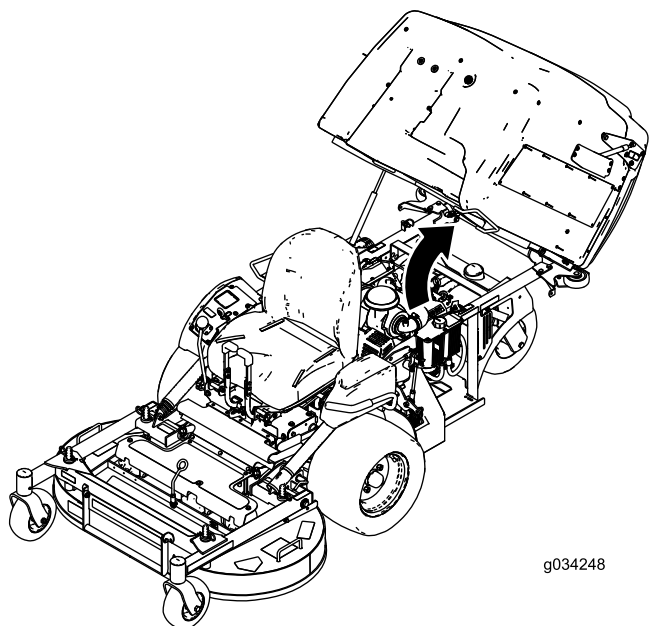

Figura 30
2. Ridicai buncărul de alimentare (Figura 30).